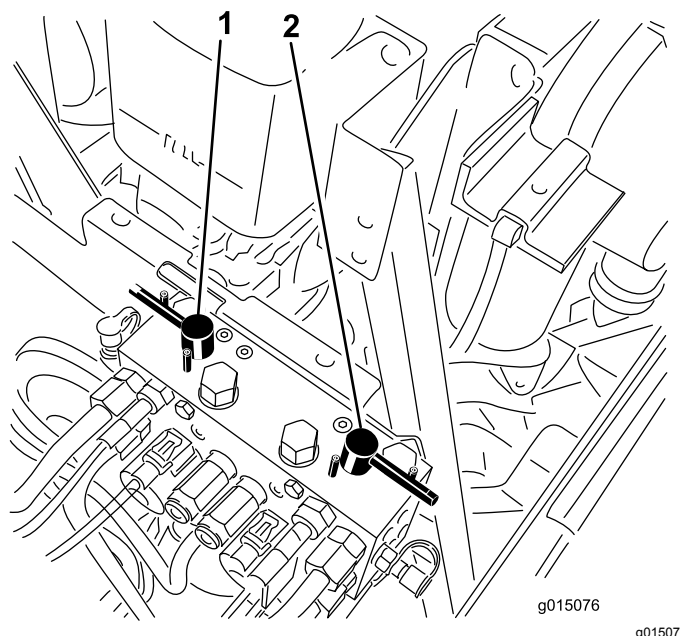

Рисунок 109
4. Выберите передний, задний или оба рычага обратного вращения, чтобы определить, заточку каких режущих блоков необходимо произвести (Рисунок 109).